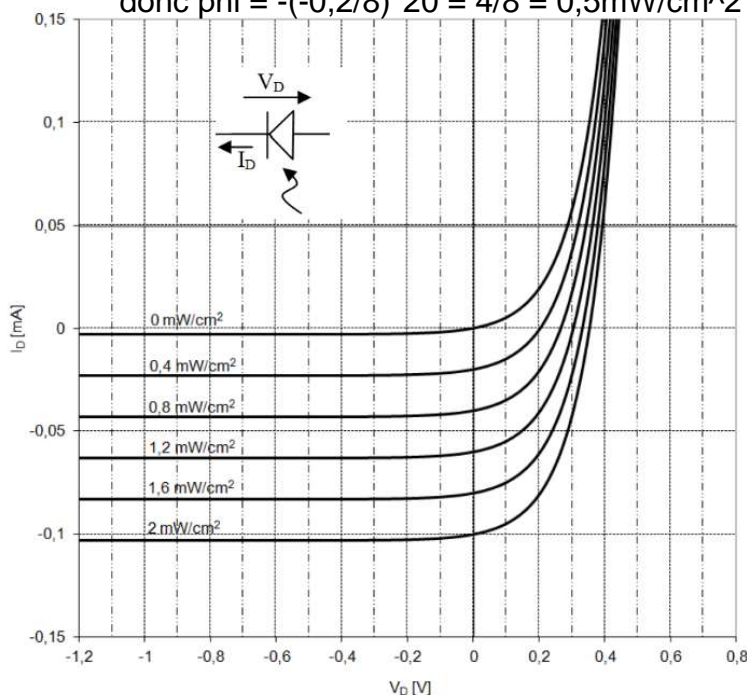
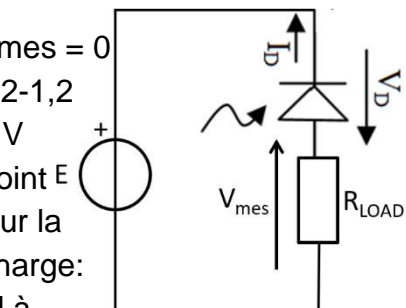

Fig.4.  $I_D(V_D)$  d'une photodiode pour différents éclaircissements (Q23 à Q25).
Fig.5. Circuit avec photodiode (Q25).
Q23. Le schéma équivalent *approché* d'une photodiode (exemple de caractéristique : figure 4) dans le 3ème quadrant ( $I_D$  et  $V_D$  négatifs) quand la fréquence de l'éclairement tend vers zéro (BF) et quand elle tend vers l'infini (HF) est respectivement
Q24. Soit la photodiode dont la caractéristique est donnée sur la figure 4. Pour un éclairement  $\phi$  continu constant compris entre 0 et 2  $mW/cm^2$ , quelle est la *meilleure* relation entre  $I_D$  et  $\phi$  dans le 3ème quadrant ( $I_D$  et  $V_D$  négatifs) ?
Q25. Soit le circuit de la figure 5 avec  $E = 1,2 V$ ,  $R_{LOAD} = 8 k\Omega$  et une photodiode dont la caractéristique est donnée sur la figure 4. Que vaut l'éclairement si  $V_{\text{mes}} = 0,2 V$  ? (Vous pouvez tracer la droite de charge sur la figure 4 ou vous servir de Q24 ou utiliser une autre méthode.)